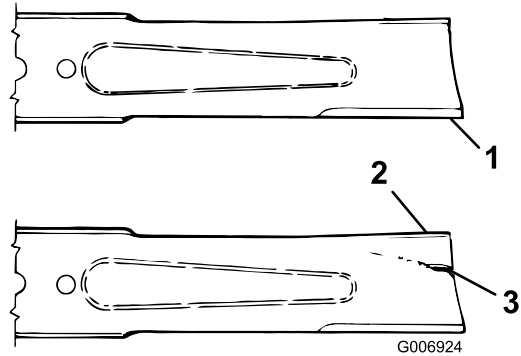

图 15
2. 仔细检查刀片的剪草端特别是刀片平面和曲面交接的部分 (图 15)。由于沙子和研磨材料可能导致连接刀片平面与曲面的金属磨损请在使用的机器之前检查刀片。如果看到出现磨损 (图 15) 请更换刀片请参阅“拆卸刀盘刀片”。
如果刀片能够经受磨损刀片的刀翼与平面部分之间也会形成凹槽 (图 15)。最终刀片可能断裂并被抛掷出刀片外壳可能对您自己或旁观者造成严重的伤害。